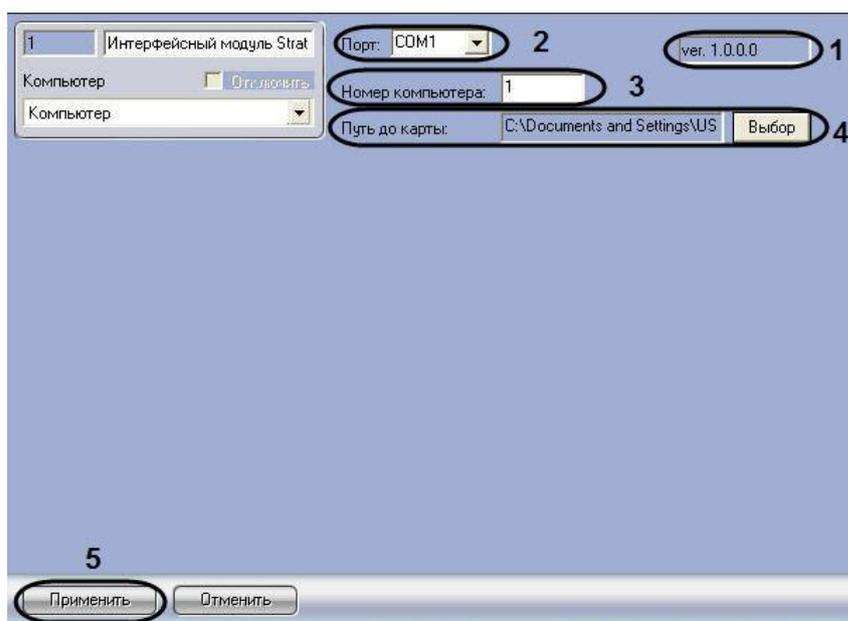

Рис. 2.2-2. Задание параметров модуля *Stratum*
1. Перейти на панель настройки объекта **Интерфейсный модуль Stratum** (Рис. 2.2-2).
2. В поле 1 (см. Рис. 2.2-2, 1) отображается версия модуля интеграции *Stratum*.
3. Из раскрывающегося списка **Порт** выбрать COM-порт компьютера, используемый для подключения к системе *Stratum* через выбранный процессорный модуль (см. Рис. 2.2-2, 2).
4. В поле **Номер компьютера** ввести адрес компьютера, заданный при настройке системы *Stratum* (параметр **PC Address**) (см. Рис. 2.2-2, 3).
5. Выбрать файл карты, соответствующей текущей конфигурации подключенного оборудования *Stratum*. Для этого нажать кнопку **Выбор**, в появившемся стандартном диалоговом окне открытия файла ОС Windows выбрать требуемый файл (см. Рис. 2.2-2, 4).
6. В результате выполнения операции в поле **Путь до карты** отобразиться полный путь до файла карты объекта (см. Рис. 2.2-2, 4).
7. Для сохранения внесенных изменений нажать кнопку **Применить** (см. Рис. 2.2-2, 5).